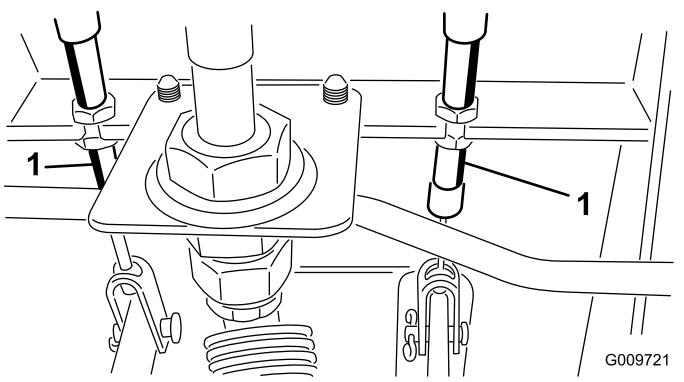

Figure 113
- A. Desserrez l'écrou avant sur l'extrémité filetée du câble de frein (Figure 113).